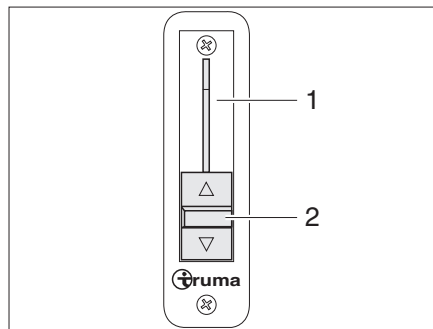

Fig. 18 Bloqueo de barra
El regulador de corredera (Fig. 18,2) para el bloqueo de barra (Fig. 18,1) está en la parte exterior izquierda en el salpicadero.
- Empujar la palanca (Fig. 18,2) totalmente hacia abajo. El bloqueo de barra está cerrado.